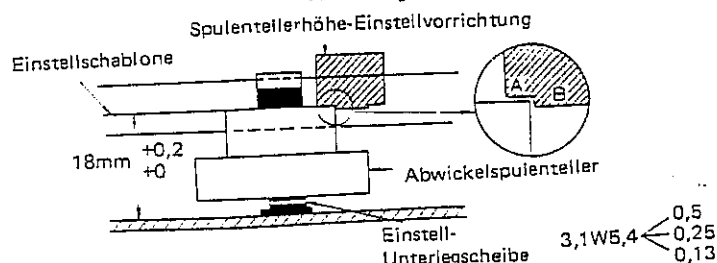

Abbildung 8.
2. Mit der Einstellvorrichtung für die Spulentellerhöhe überprüft man, ob Teil A in Abb. 8 niedrig ist und Teil B hoch. Falls diese nicht den vorgeschriebenen Werten entsprechen, stellt man die Höhe mit der Höheneinstell-Unterlegscheibe ein. Die Einstellung so vornehmen, daß das vertikale Spiel 0,1 bis 0,5 mm beträgt.